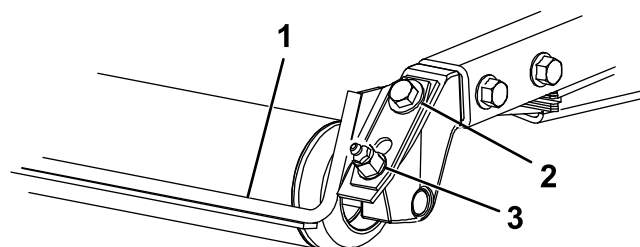

Figura 8
1. Afloje el engrasador y el tornillo de montaje (Figura 8).